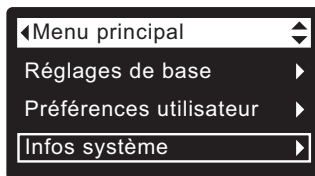

FIG. 61
1. À partir d'un écran d'état dynamique, appuyez sur le sélecteur (O) pour afficher le **Menu principal**.
2. Appuyez sur le bouton BAS (▼) pour faire défiler les options du menu et mettre en encadré **Infos système** (cf. Figure 61).